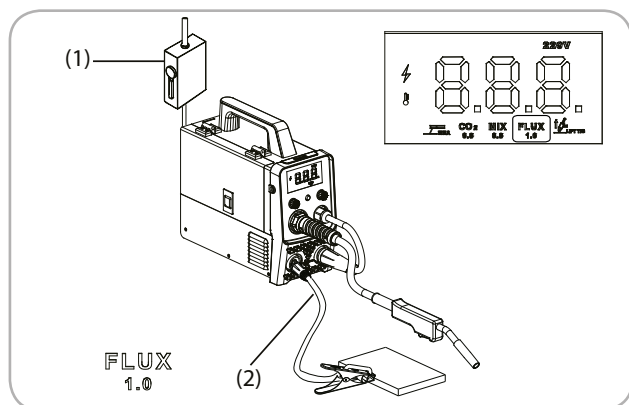

Fig.8
- Se va conecta aparatul la cutia de distribuție Fig 8 (1)
- Electrocul se va monta la terminalul pozitiv Fig 8 (2)